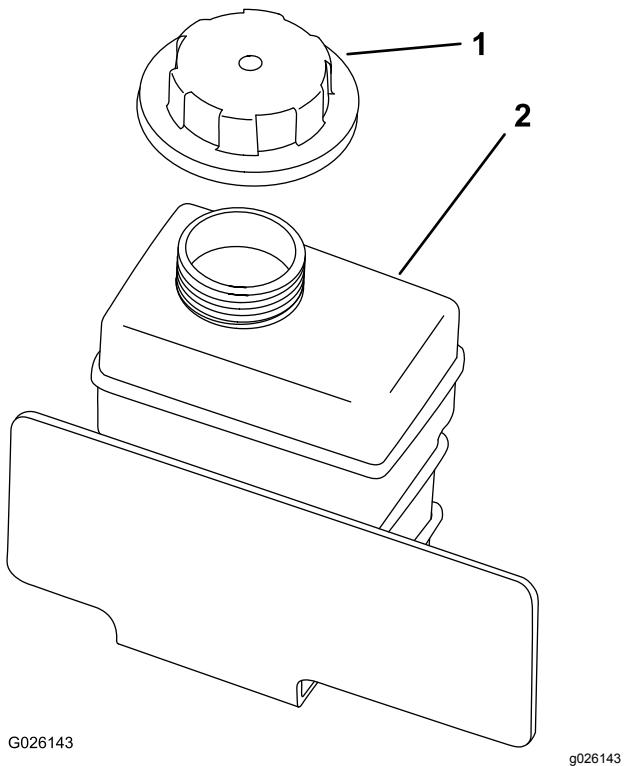

図 49
- 補助タンクにあるラジエター液の量を点検する (図 49)。